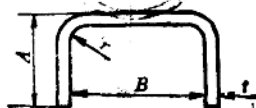

图 9
6. 如图 9 所示。已知 $A = 150\text{mm}$, $B = 250\text{mm}$, 内半径 $r = 60\text{mm}$, 板厚 $t = 10\text{mm}$ 。求加工 $\cap$ 形板展开长度为多少毫米?